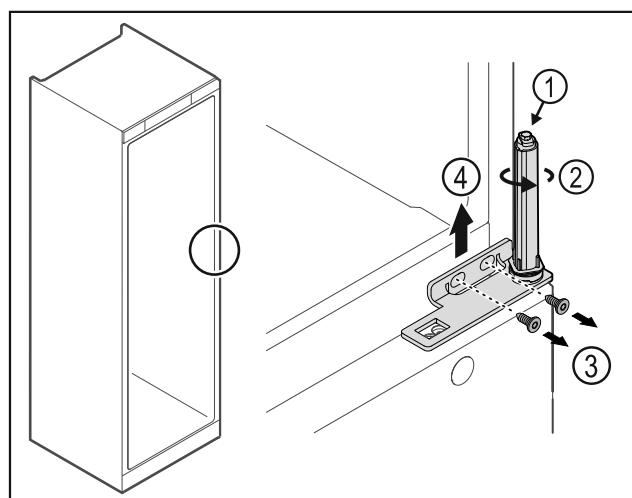

Fig. 32
- ▶ Не розбирати систему закриття дверей Fig. 32 (1).
- ▶ Повернути систему закриття Fig. 32 (2) до клацання.
- Ослабити гвинти Fig. 32 (3), шарнірний кутик Fig. 32 (4) зняти рухом вгору.